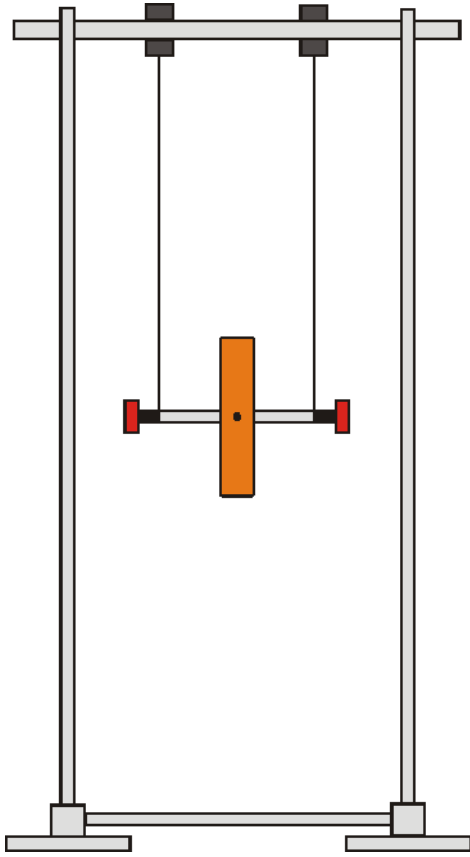

Fig. 1 Experimenteller Aufbau Maxwell'sches Rad
- Stativmaterial gemäß Fig. 1 aufbauen.